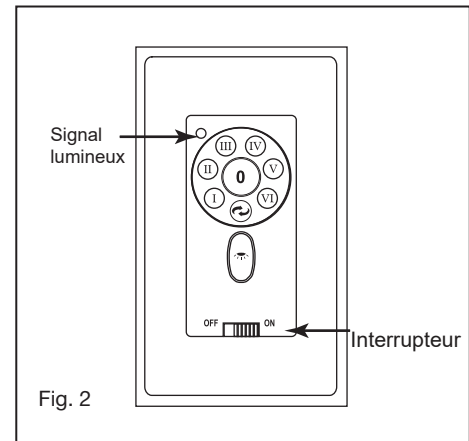

Fig. 2
- 3 Soulevez l'abat-jour en verre contre l'assemblage LED et tournez dans le sens des aiguilles d'une montre jusqu'à ce qu'il soit bien serré, **NE PAS TROP SERRER**. Rétablissez l'alimentation et votre kit d'éclairage est prêt à fonctionner. (Fig.2)
- 4 Installez l'émetteur mural sur la boîte murale existante à l'aide des vis fournies. Fixez la plaque murale avec les vis de montage pour terminer l'installation. (Fig.2)
- 7 Signal lumineux (Fig.2)6